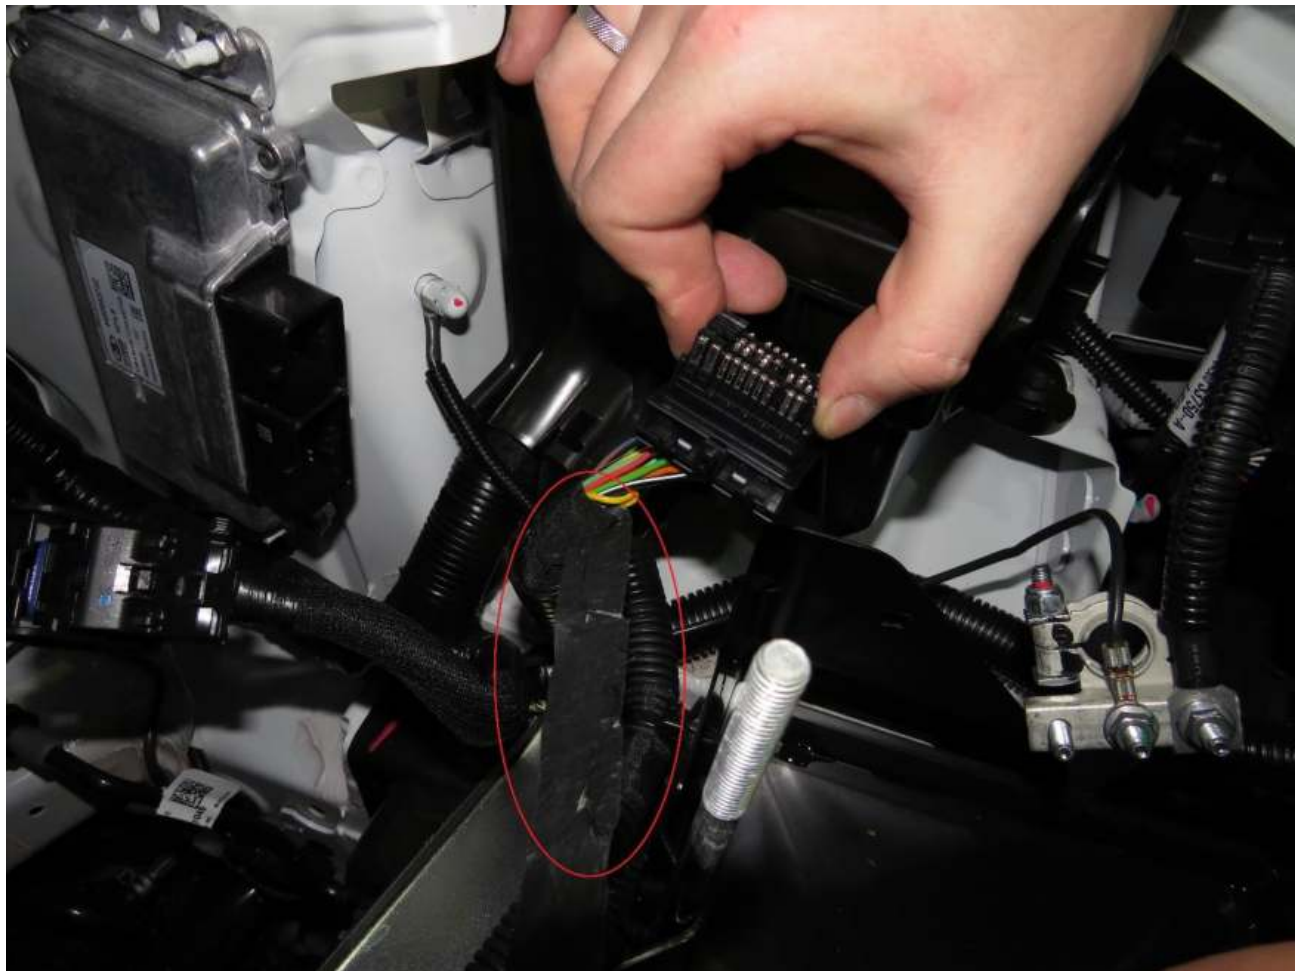

Рис.6.
8. Для удобства перестановки контактов немного отмотать изоляционную ленту. (Рис.6).